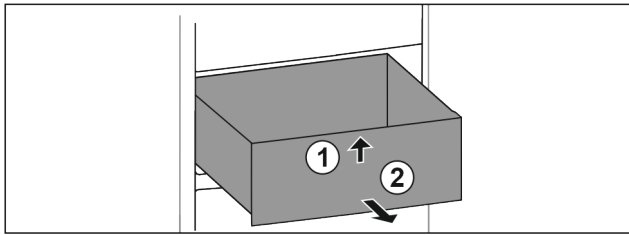

Fig. 96
- ▶ Nadvihnite zásuvku vpredu. Fig. 96 (1)
- ▶ Odoberte zásuvku dopredu. Fig. 96 (2)